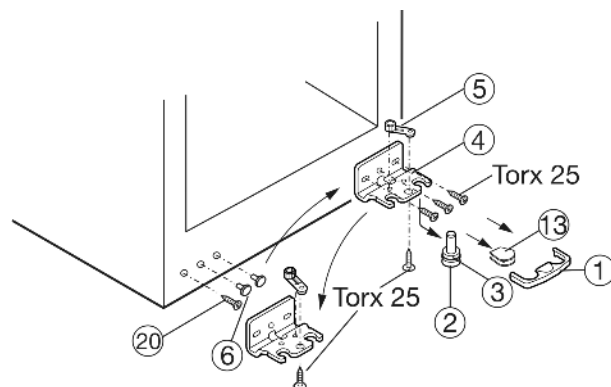

Fig. 4
- Pojistku Fig. 4 (1) stáhněte dopředu.
- Kryt Fig. 4 (13) stáhněte.*
- Ložiskový čep Fig. 4 (2) vytáhněte dolů a dopředu. Přitom je třeba dávat pozor na pouzdro závěsu Fig. 4 (3).
- Odšroubujte stojan ložiska Fig. 4 (4).
- Odšroubujte díl ložiska Fig. 4 (5) a přemístěte jej do protilehlého upínacího otvoru stojanu ložiska, pak ho znovu pevně přišroubujte.
- Sejměte opatrně zátky Fig. 4 (6) na straně madla a opět je nasadte na protilehlé straně.
- Šroub Fig. 4 (20) vyšroubujte a opět ho nasadte na protilehlé straně.
- Stojan ložiska Fig. 4 (4) na nové straně závěsu zase příp. přišroubujte pomocí akumulátorového šroubováku (**s 4 Nm**).
- Přístroj zase lehce nahněte dozadu a vložte opět ložiskový čep Fig. 4 (2) s pouzdem závěsu Fig. 4 (3). Zářez na ložiskovém čepu musí směřovat dopředu.
- Kryt Fig. 4 (13) nasadte na protilehlé straně.*
- Pojistka (1) musí na stranách zapadnout do stojanu ložiska, aby ložiskový čep a tím i dveře byly zajištěny.
- Pojistku (1) zase zatlačte na stojan ložiska.
- Dveře případně pomocí obou podélných otvorů ve stojanu ložiska Fig. 4 (4) vyrovnejte tak, aby lícovaly se skříní přístroje. Vyšroubujte prostřední šroub.